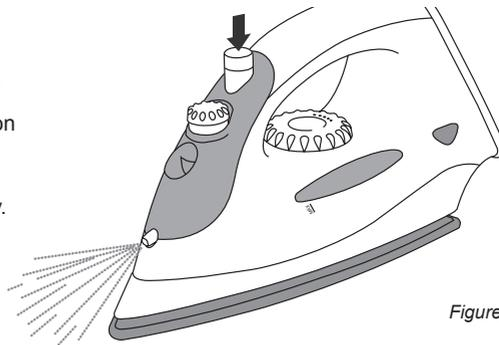

Figure 3
température: mettez le bouton de fonction spray (6) sur la position '☂' et il suffit d'appuyer sur le bouton (voir la figure 3).